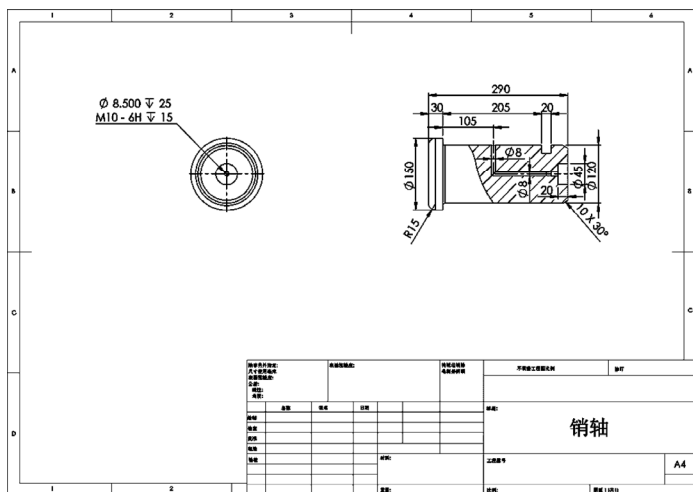

图 7-43 编辑图纸格式和图纸最终效果
STEP 7 右击图纸空白区域,在弹出的快捷菜单中选择“编辑图纸格式”菜单项,为图纸添加名称销轴,然后右击空白区域选择“编辑图纸”命令,回到编辑图纸界面即可完成图纸的绘制,最终效果如图 7-43 所示。